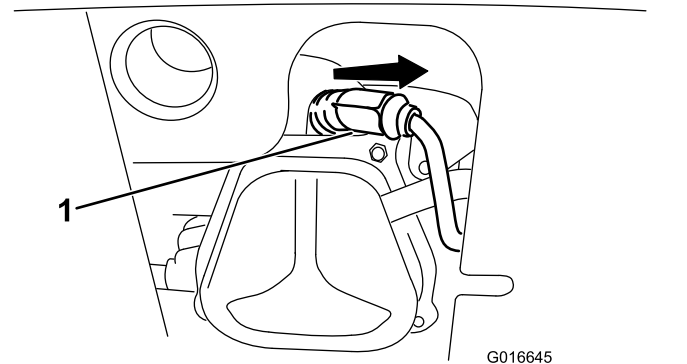

Figure 32
1. Enlevez le capuchon (Figure 32).